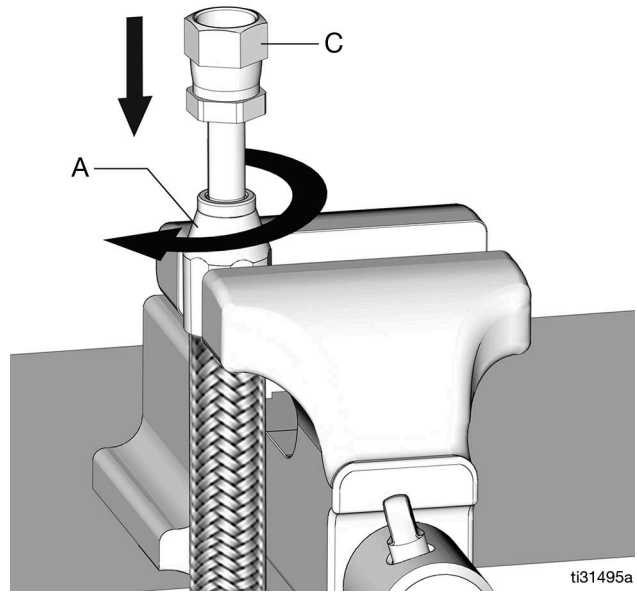

FIG. 68
- Pousser légèrement le mamelon (c) dans la douille (a). En tournant vers la droite, visser le mamelon dans la douille et le tuyau (FIG. 68).